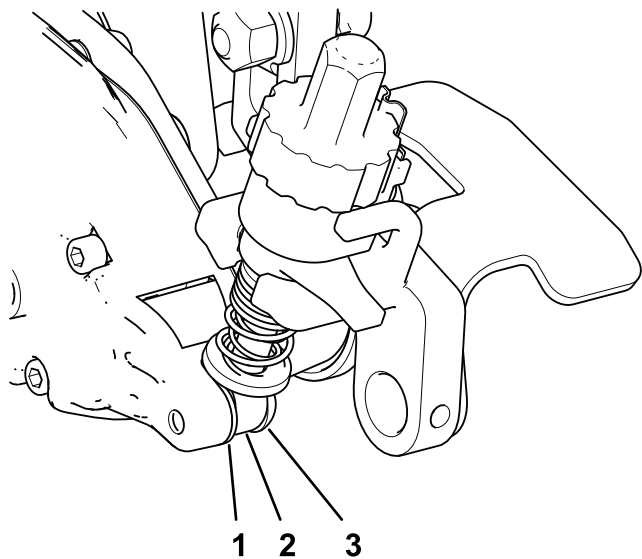

Рисунок 22
4. На стороне блока привода механической щетки переместите шток рычага регулятора на кронштейн высоты скашивания (НОС) на внутреннюю часть блока привода механической щетки и закрепите его с помощью болта с буртиком и закаленной шайбы, как показано на **Рисунок 22**; затяните болт с буртиком с моментом от 16 до 22 Н·м.